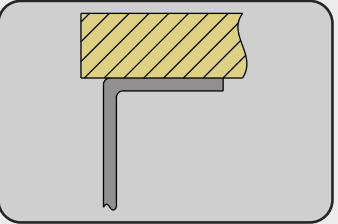

Fig. 2
Este gabarito deverá ser impresso na escala 1:1 para facilitar o corte na dimensão exata da instalação da cuba, sendo desta forma, possível utilizar os acessórios específicos para ela com a instalação por baixo do móvel (fig. 2). Lembrando que também é possível confeccionar o gabarito em MDF, acrílico ou outro material de sua escolha.
*This template is should be printed on a 1:1 scale to facilitate cutting into the exact size of the bowl installation, thus it is possible to use the specific accessories considering an undermount installation on kitchen cabinet (fig. 2). Remember that you can also fabricate the template in MDF, acrylic or other material of your choice.
Esta plantilla se debe imprimir en escala 1:1 para facilitar el corte en la dimensión exacta de la instalación de la cubeta. De esta forma, se pueden usar los accesorios específicos para ella con la instalación por abajo del mueble (fig. 2). También recordamos que la plantilla se puede confeccionar en MDF, acrílico u otro material de su elección.*